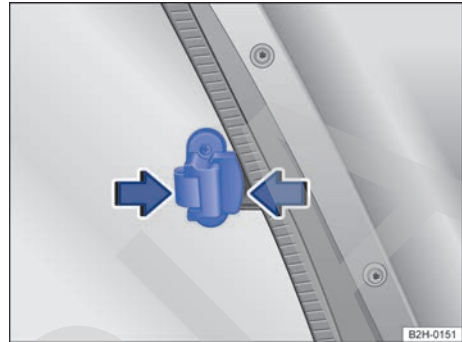

Fig. 33 En el panel lateral del techo rígido: manija de la ventanilla.
- ◀ – Comprima la manija de la ventanilla → fig. 33 en el sentido de las flechas.